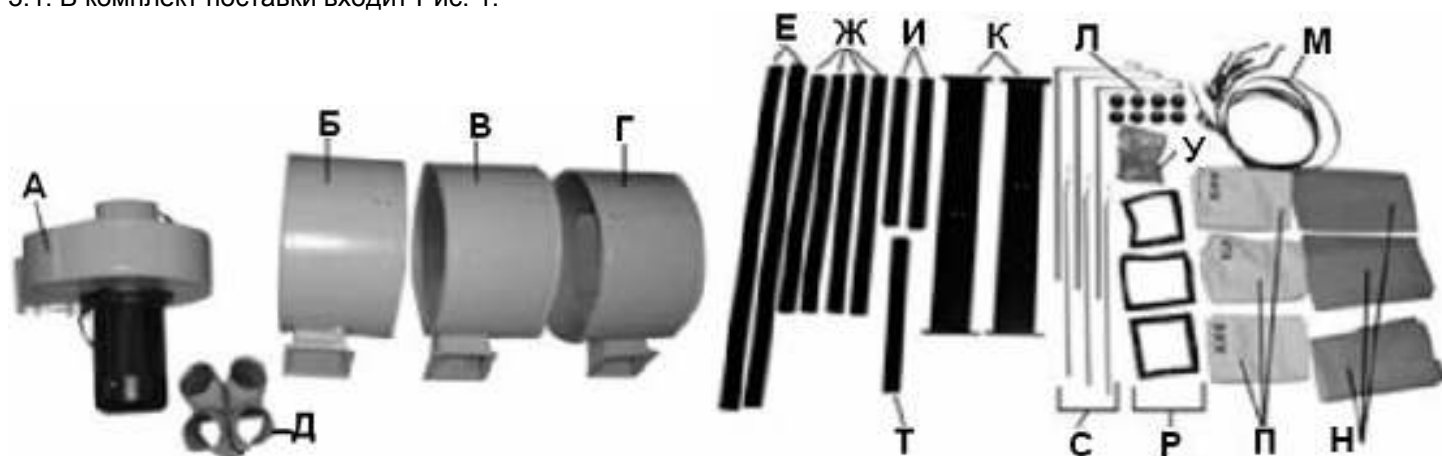

Рис. 1
3.1. В комплект поставки входит Рис. 1: